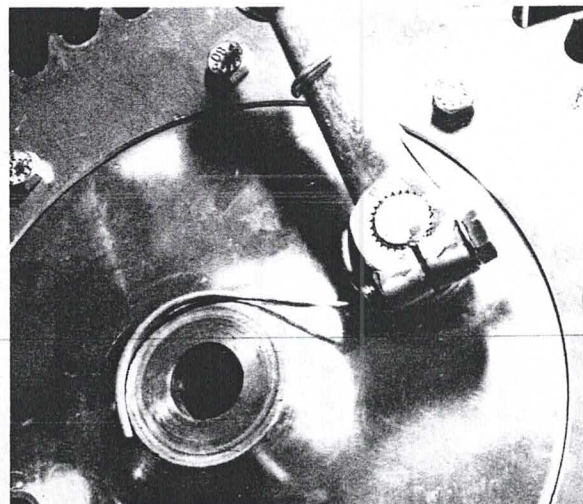

Bild 177
- Beim Einbau des Hinterrades in umgekehrter Reihenfolge vorgehen wie beim Ausbau. Eine genaue Spureinstellung ist wichtig; sie wird durch die Exzentrerscheiben erleichtert (Bild 176). Beim Nachspannen der Kette kann damit die Achse an beiden Seiten um den gleichen Betrag nach hinten verschoben werden. Die Rückholfeder des Bremsnockenhebels wieder einsetzen und vorspannen (Bild 177).